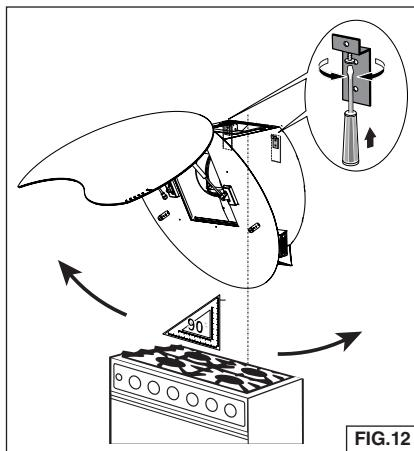

FIG.12
- Nivele la campana con los dos (2) tornillos suministrados sobre los soportes de montaje. Fig. 12.